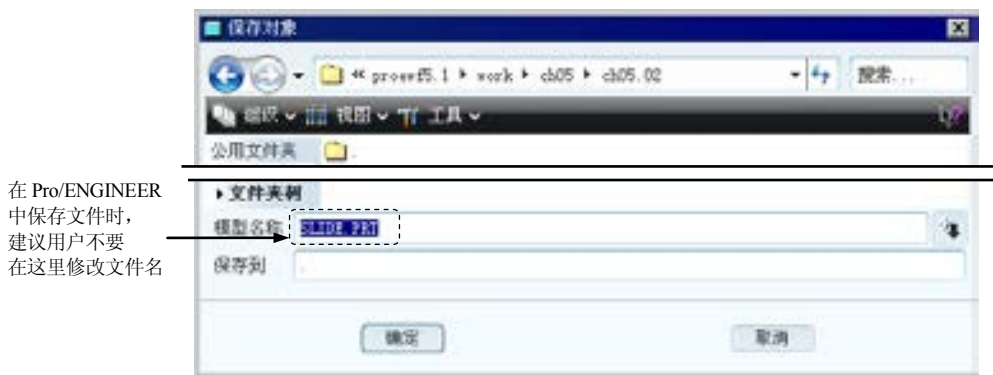

图 5.2.64 “保存对象”对话框
Step1. 单击工具栏中的按钮（或选择下拉菜单 文件(F)   命令），系统弹出图 5.2.64 所示的对话框，文件名出现在模型名称 文本框中。
注意：如图 5.2.64 所示，保存模型文件时，建议用户使用现有名称，如果要修改文件的名称，可选择下拉菜单 文件(F)   命令来实现。